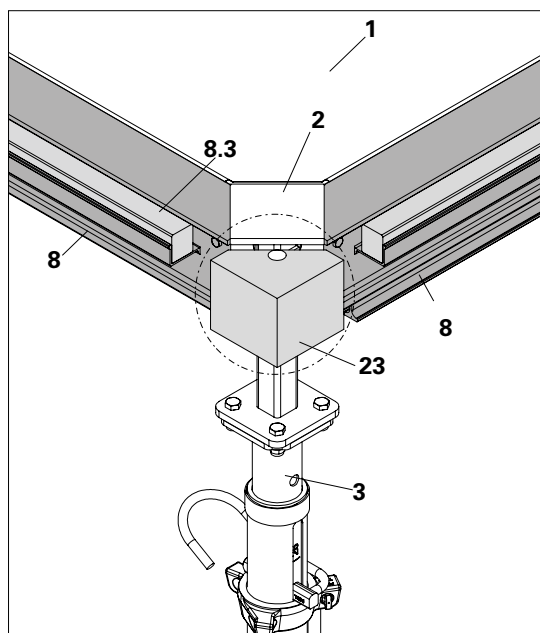

Fig. A7.06
1. Tagliare un pannello multistrato di compensazione di larghezza 36 mm e lunghezza = lunghezza trave di compensazione (es. 180 cm per ADF 180) e inchiodarlo nel travetto di compensazione (8.3) della trave di compensazione ADF (8). (Fig. A7.05 + Fig. A7.06)
3. Assemblare il blocchetto in legno (23) sul perno della piastra mobile della testa a caduta (2) nella posizione d'angolo e bloccare il cuneo. (Fig. A7.06)
4. Mettere il puntello (3) collegato alla testa a caduta (2) e al blocchetto in legno (23) nell'angolo tra le pareti in modo che il blocchetto in legno (23) tocchi la faccia della parete in entrambe le direzioni. (Fig. A7.06)
7. Ora installare il pannello ADP (1) nell'angolo a L.
3. Assemblare il blocchetto in legno (23) sul perno della piastra mobile della testa a caduta (2) vicino alla posizione d'angolo della trave e bloccare il cuneo. (Fig. A7.06 a pagina 29)